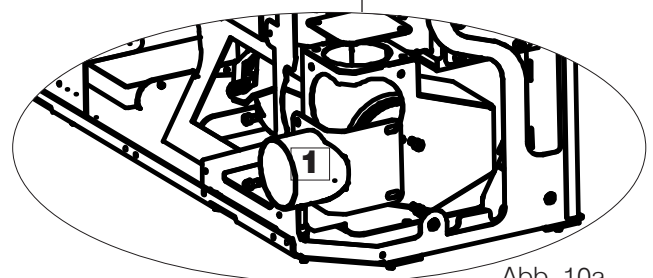

Abb. 10a
10. Den Rauchabzugsstutzen (1) aus dem Teilesatz ansetzen und festschrauben. Das Bauteil je nach Installationsanforderungen nach hinten oder zur Seite ausrichten. Blade Keramik ist standardmäßig für einen Rauchabzug nur nach hinten oder oben vorgerüstet. Zum Festschrauben die zuvor entfernten Schrauben verwenden. Siehe Abbildung 10a.